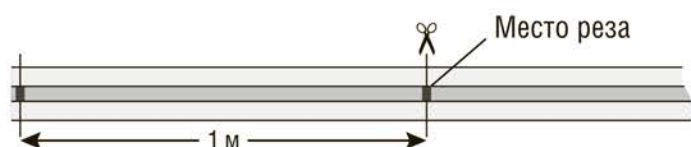
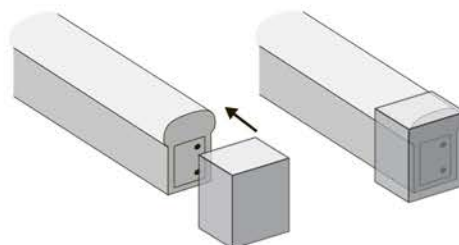

Рис. 2. Разрезание светодиодной ленты.
Рис. 3. Установка заглушки на светодиодную ленту.
- Разрезание светодиодной ленты на участки.** Светодиодную ленту NLS-2835-IP67-220V-NEONLED можно разрезать на участки, кратные одному сегменту, длина которого равна 1 м. Разрез необходимо производить строго посередине участка, соединяющего смежные сегменты, см. Рис. 2. В месте разреза ленты пропущен сегмент гибкой печатной платы. Место разреза отмечено маркировкой. На окончание участков светодиодной ленты, к которым не планируется производить какие-либо подключения, необходимо установить заглушки для ленты NLSC-sup-2835-220-NEONLED, Рис. 3.